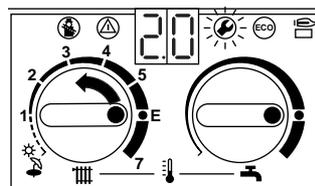

Fig. 50
- Girare il selettore d'impostazione della temperatura di mandata riscaldamento fino a quando appare la sigla „2.0“, dopo ca. 5 sec appare sul display la sigla „0.“ che rappresenta il modo di funzionamento normale (fig. 50).